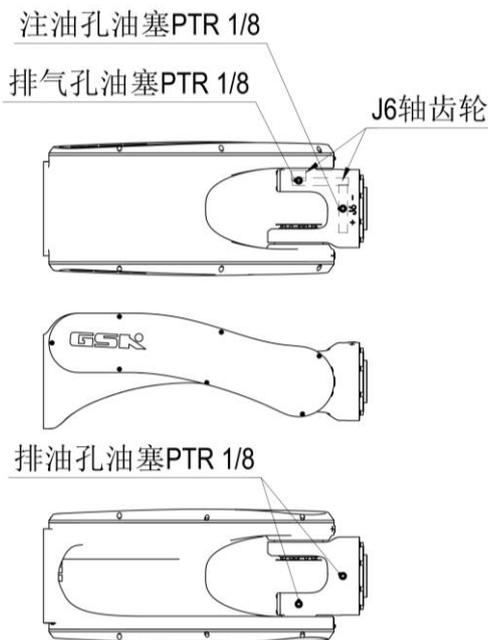

图 21 J6 轴齿轮局部结构
(1) 油脂补充步骤（参考图 21）
- ④ 安装排气孔堵塞前，低速运转 J6 轴几分钟，使多余的油脂从排气孔排出；
- ⑤ 用布擦净从排气孔排出的多余的油脂，在排气孔安装堵塞。油塞的螺纹处应缠生胶带并用扳手拧紧。
(2) 油脂更换步骤（参考图 21）